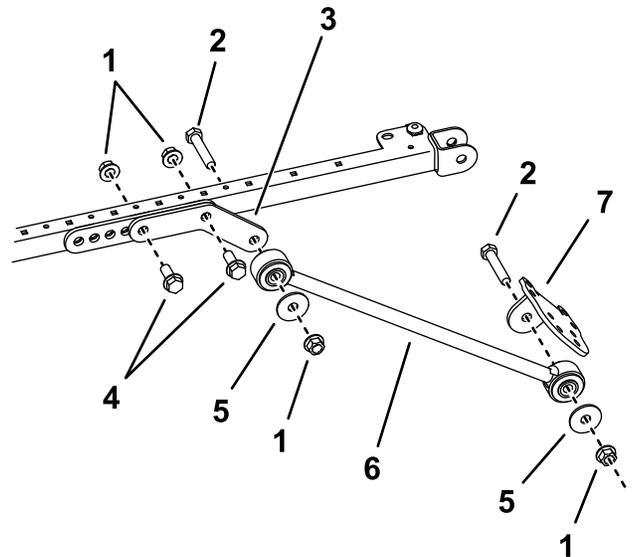

**図 36**
8. **図 36** に示されている取り付け穴を利用して、各ブレースブラケットを ROPS の柱材に取り付ける Uボルト $3-1/2 \times 5$ "とフランジナット 2 個を使用する。